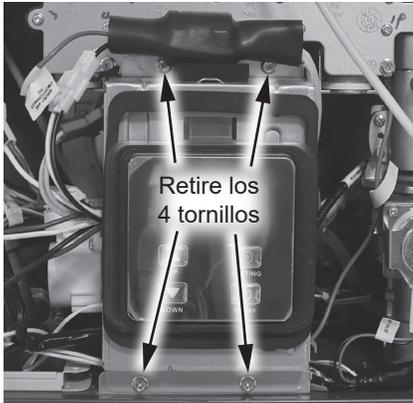

Figura 168 - Retiro de los tornillos del UIM y del soporte
- 15 Ubique el Módulo de interfaz de usuario (UIM) y el soporte. Retire los cuatro tornillos que fijan el soporte al calentador de agua. Deje los tornillos a un lado en un lugar seguro para volver a instalarlos. Consulte la Figura 168.